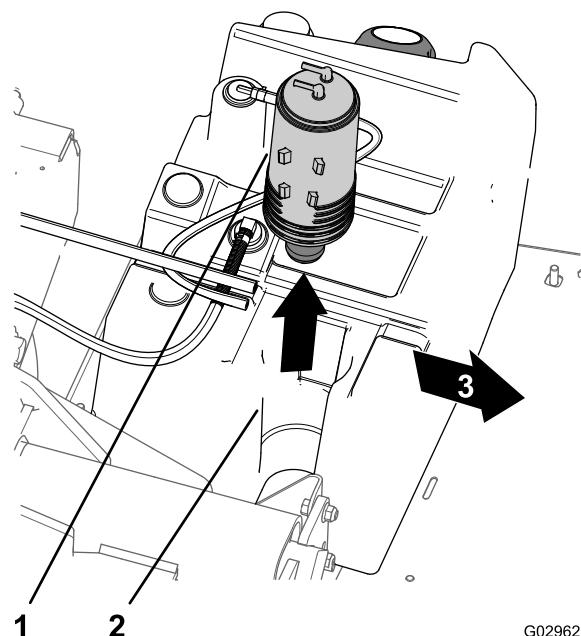

Figure 50
3. Soulevez la cartouche de charbon de son support dans le réservoir de carburant (Figure 50).
7. Insérez la nouvelle cartouche de charbon actif dans son support sur le réservoir de carburant, en alignant les raccords marqués « Fuel Tank » et « Purge » vers l'arrière (Figure 50).